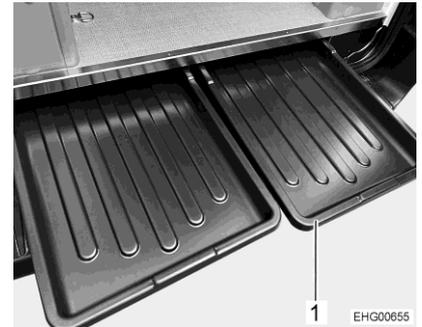

Fig. 35 Plateaux coulissants double plancher (équipement spécial)
- Ouvrir l'un des plateaux coulissants (Fig. 35,1) dans la zone arrière du véhicule.